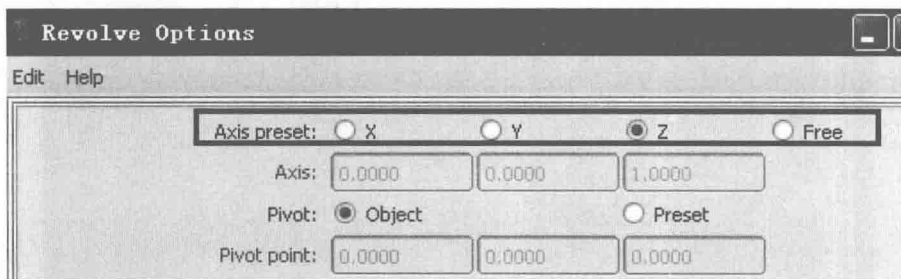

图 1-3
(2) 使用旋转命令构造物体
①功能说明：将曲线旋转成曲面。
②操作方法：选择曲线，执行命令，将曲线旋转成曲面。
③常用参数解析：单击 Surfaces (曲面) → Revolve (旋转) → □ (选项窗口) 命令，如图 1-3 所示。